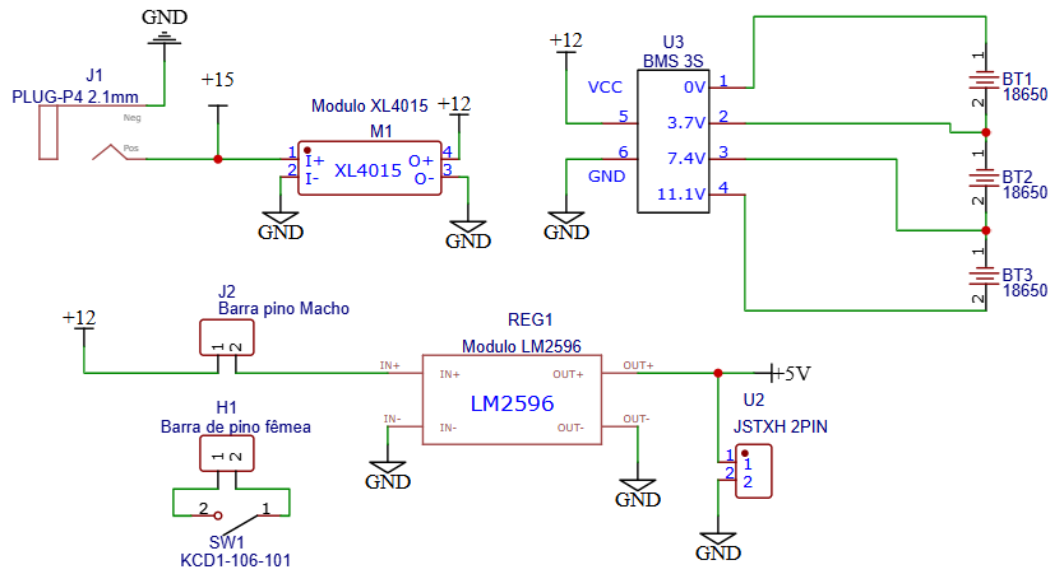
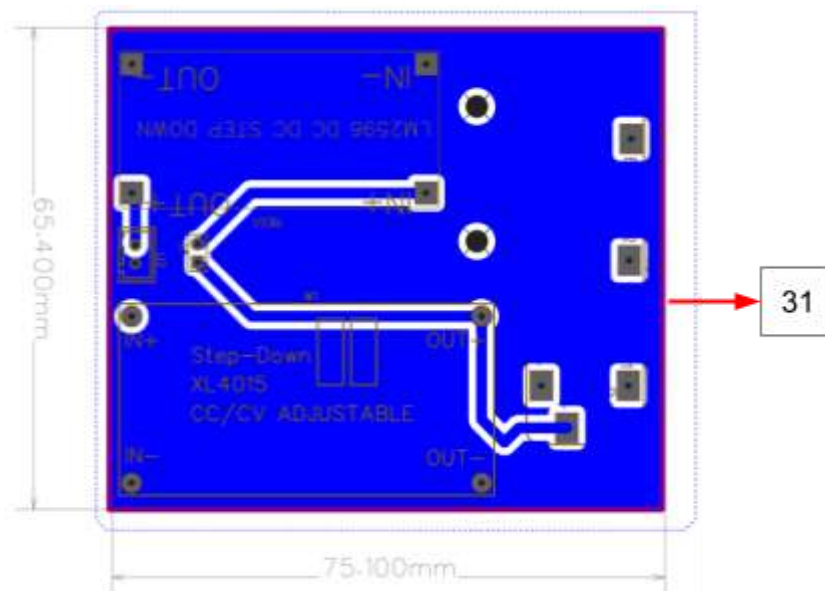
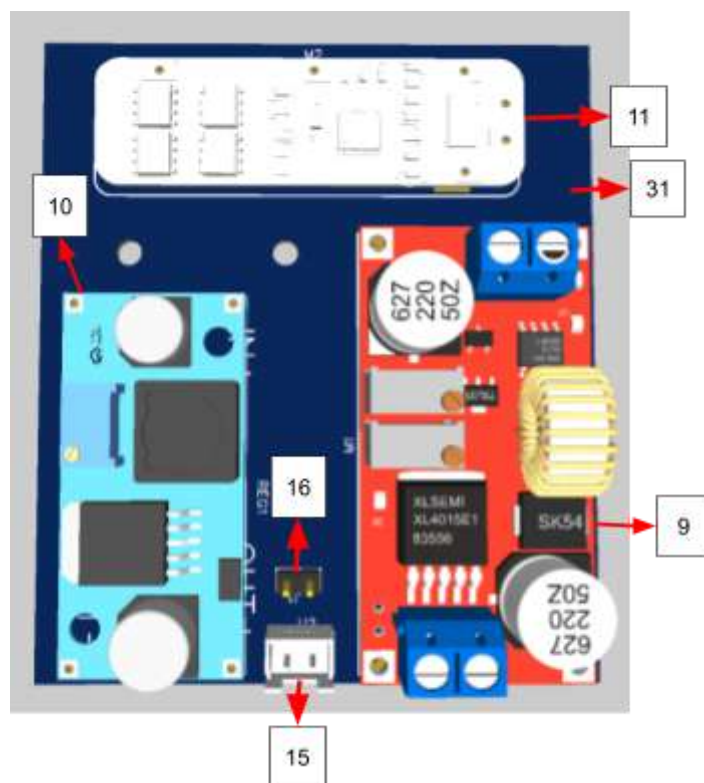

Figura 15: Diagrama elétrico do circuito de alimentação
Figura 16: PCB da placa de alimentação
Figura 17: PCB da placa de alimentação com componentes soldados
**1º Passo:** Dado o esquema da **figura 15**, realize as conexões informadas a fim de ser possível carregar e controlar as cargas das baterias, alimentar e controlar a alimentação do sistema de controle. Na **figura 16** há um exemplo de PCB (31) para conectar a placa BMS (11), módulo XL4015 (9) e módulo LM2596 (10). Na PCB, em azul, é exibido a camada inferior. As baterias (8), chave gangorra (13) e plug P4 (12) serão instalados externamente e ligados através dos fios e conectores. Na **figura 17** há a PCB com os componentes soldados.